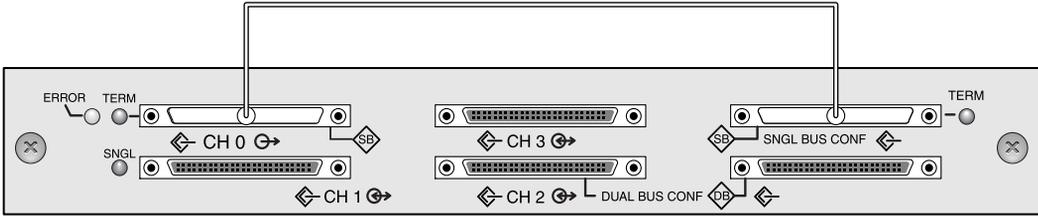

图 4-15 单总线连接：所有驱动器分配到一个通道 (CH 0)
1. 要将 RAID 阵列配置为单总线配置，请连接标记为 "CH 0" 和 "SNGL BUS CONF" 的 SCSI 端口之间的 SCSI 跳接电缆，如图 4-15 所示。顺时针完整旋转 6 圈上紧电缆插座螺钉，确保连接和操作正确。